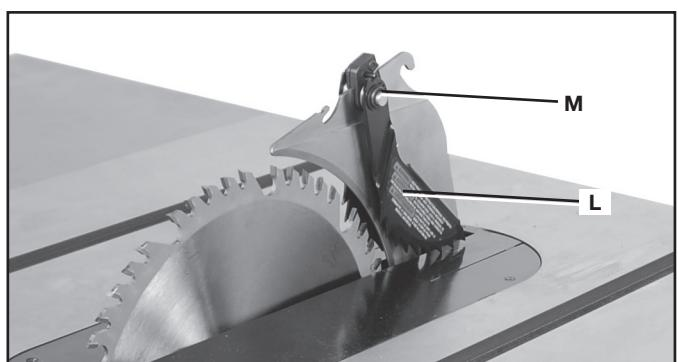

FIG. 11
2. Deslice el ensamblaje del dispositivo de antirretroceso (L) a lo largo de la parte superior del hendedor, hasta que el vástago (M), Fig. 11, encaje en la ranura de la parte superior del orificio de montaje.
3. Oprima el vástago (M) del ensamblaje del dispositivo de antirretroceso para permitir que el ensamblaje encaje en el orificio (K). Presione hacia abajo el ensamblaje del dispositivo de antirretroceso hasta que quede firme en su lugar y quede bloqueado.
4. **Para retirar el ensamble anti-rebote:** Presione sobre el vástago (M) Fig. 11 del ensamblaje anti-rebote y tire de él para separarlo de la cuchilla.